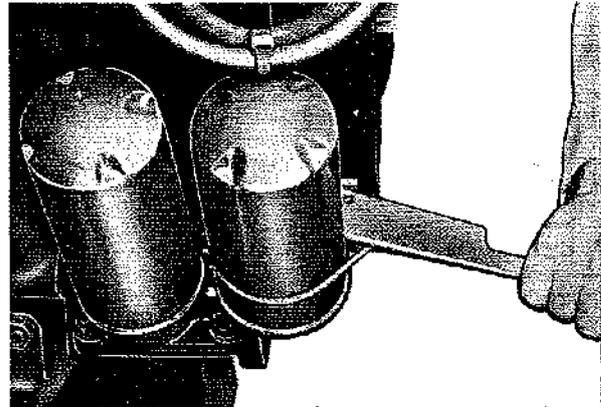

Fig. 72
- Filtri olio ungendo con olio la guarnizione e serrando per evitare perdite (Fig. 72).